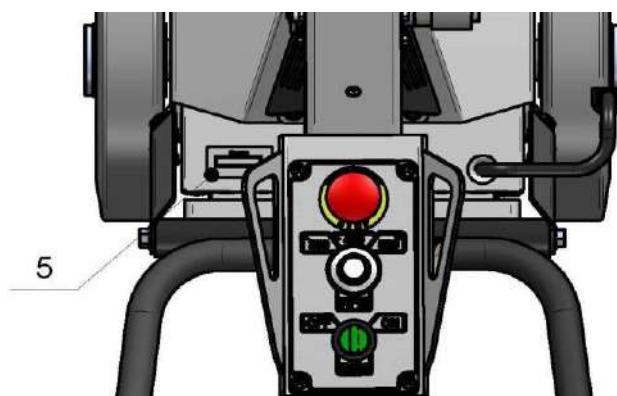

Figure 4.4
5. **Tachymètre.** Affiche la vitesse de rotation des plaques de broyage. (Fig. 4.4).